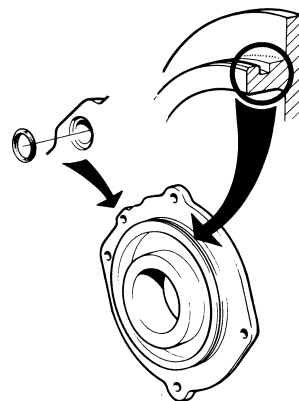

Fig. 30. Tätning vevhus - lagerlock, MD1B, MD2B
**MD1B, MD2B:** Rengör främre lagerhuset samt montera nya tätningssringar i lagerhusets spår (se fig. 30). Olja in ringarna så att de inte skadas. Skruva fast lagerhuset.